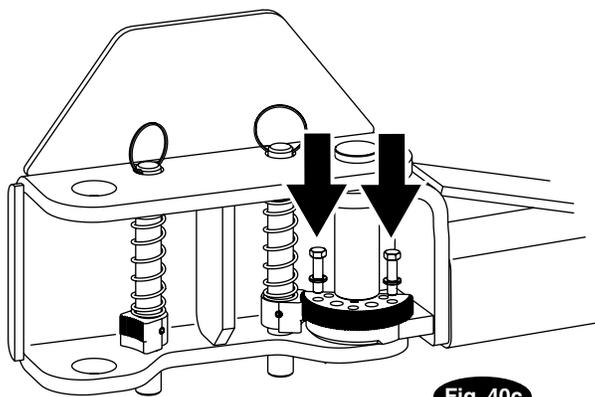

Fig. 40c
A continuación, instale (2) HHCS 3/8"-16NC x 1-1/2" (8 en total para los 4 brazos) y las arandelas de presión elásticas de 3/8" en el engranaje y el brazo, pero no realice aún el apriete. Referencia: Fig. 40c, Fig. 41, y Fig. 42.